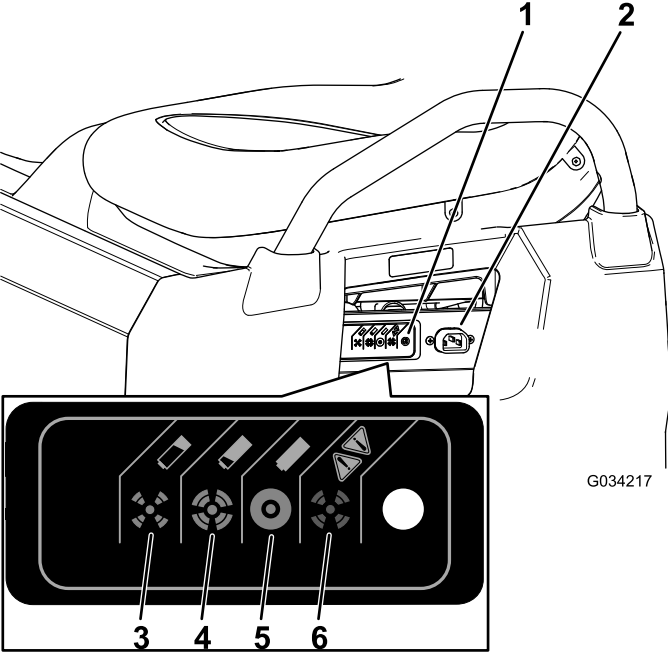

Figura 39
3. Ligue um cabo de carregador de nível 16 (ou de diâmetro maior), 2,5 m ou mais curto ao recetáculo de carregamento na máquina (Figura 39).
Consulte a tabela seguinte e Figura 39 para informação dos significados das diversas cores da luz indicadora de carga.